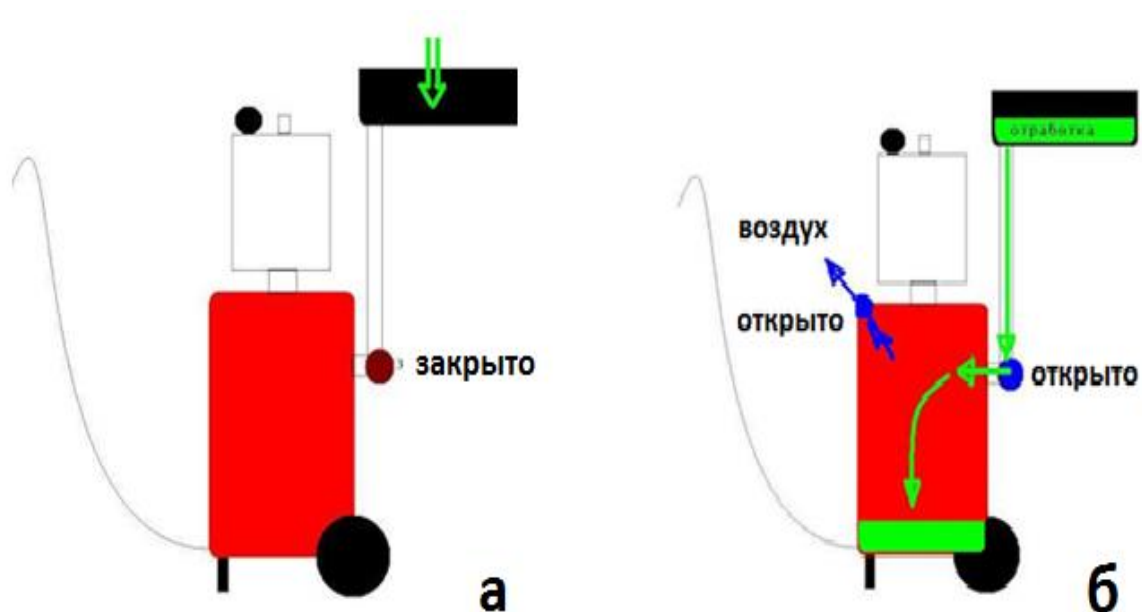

Рис. 9. Схема слива масла из поддона картера ДВС: а – слив масла в маслосборник; б – перекачка масла в резервуар УОМ
- убедиться в том, что все клапаны и краны УОМ закрыты (рис. 9);
- соединить воздушный компрессор с впускным отверстием для воздуха с помощью быстросъемного соединения (2);
- постепенно открыть клапан (3) для вакуумной экстракции (начнется процесс откачки воздуха из резервуара УОМ). Преимуществом постепенного открывания клапана является снижение расхода воздуха и увеличение скорости вакуумирования;
- когда стрелка дойдет до крайнего левого положения «зеленой зоны» на вакуумметре, закрыть клапан (3) (время создания вакуума примерно 4–5 мин). Если разрежение в резервуаре окажется недостаточным, то часть масла, в котором скопились тяжелые фракции, останется в поддоне картера. Это пагубным образом отразится на работе силового агрегата в будущем,